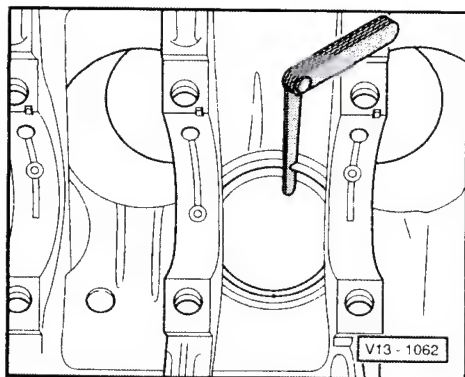

Fig. 1 Jeu à la coupe des segments de piston: contrôle
⇒ page 17-6, fig. 1
- ♦ Contrôler le jeu à la coupe ⇒ fig. 1